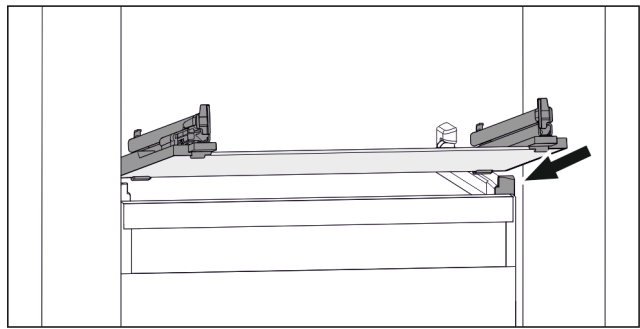

Fig. 124 Приблизне відображення скляної пластини
- ▶ Встановити скляну пластину за стопорами навкосої. (див. Fig. 124)